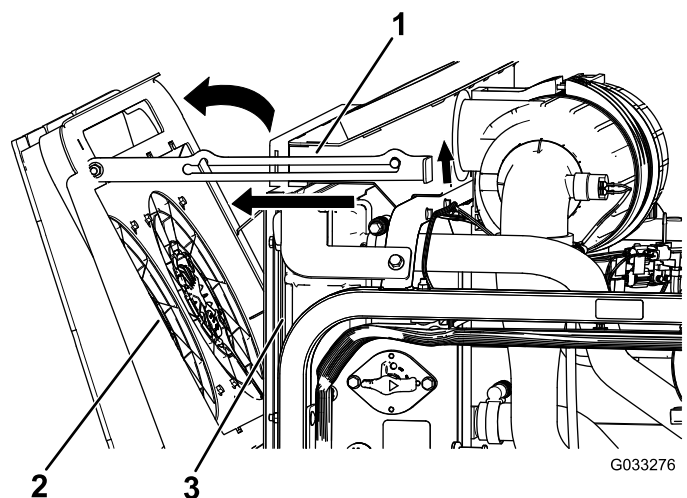

Figura 107
2. Rode as ventoinhas de refrigeração do motor para trás do radiador e fixe a barra de apoio no entalhe (Figura 107).